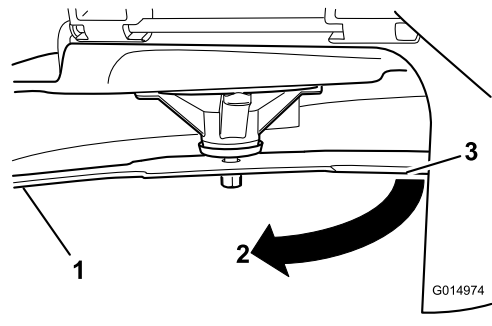

Figura 67
3. Distancia medida entre la cuchilla y la superficie (A)
4. Gire la misma cuchilla 180 grados de manera que el otro extremo esté en la misma posición (Figura 67).